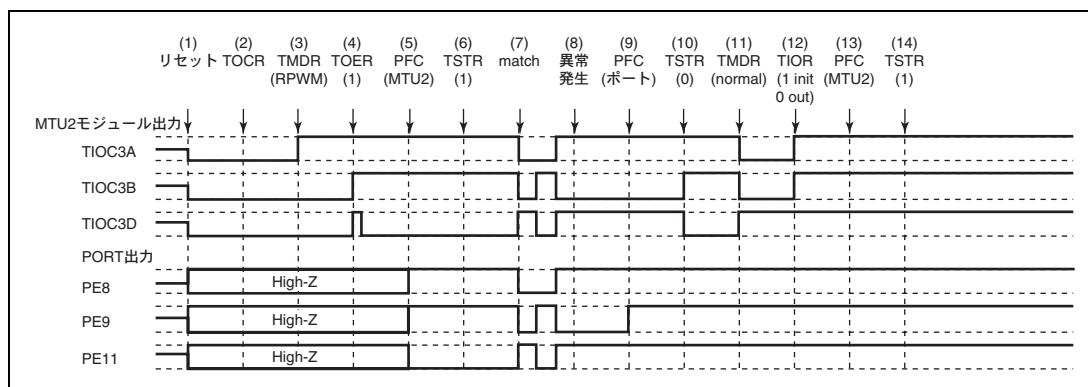

図 11.164 リセット同期 PWM モードで異常が発生し、ノーマルモードで復帰する場合
リセット同期 PWM モードで異常が発生し、再設定後ノーマルモードで再スタートする場合の説明図を図 11.164 に示します。
(1) ~ (10) は図 11.164 と共通です。
(11) PWM モード 1 を設定してください (MTU2 出力は正相側がローレベル、逆相側がハイレベルとなります)。
(12) TIOC3A で端子を初期化してください (PWM モード 1 では TIOC*B 側は初期化されません)。
(13) PFC で MTU2 出力としてください。
(14) TSTR で再スタートします。
(28) リセット同期 PWM モードで動作中に異常が発生し、相補 PWM モードで再スタートする場合の動作
- (1) ~ (10) は図 11.164 と共通です。
- (11) TOER でチャンネル 3、4 の出力を禁止してください。
- (12) TOCR で相補 PWM の出力レベルと周期出力の許可禁止を選択してください。
- (13) 相補 PWM を設定します (MTU2 の周期出力端子はローレベルになります)。
- (14) TOER でチャンネル 3、4 の出力を許可してください。
- (15) PFC で MTU2 出力としてください。
- (16) TSTR で再スタートします。
(29) リセット同期 PWM モードで動作中に異常が発生し、リセット同期 PWM モードで再スタートする場合の動作
- (11) PFC で MTU2 出力としてください。
- (12) TSTR で再スタートします。
- (13) コンペアマッチの発生によりリセット同期 PWM 波形を出力します。